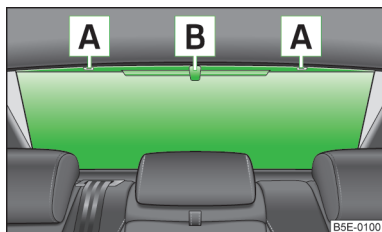

Fig. 41
- > Prindeți mânerul **B** » fig. 41.